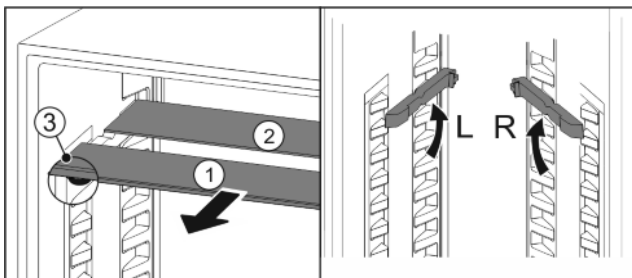

Fig. 23
- ▶ Издърпайте Fig. 23 (1) поотделно стъклените плочи напред.
- ▷ Стъклената плоча Fig. 23 (1) с ограничителя на изтеглянето е отпред.
- ▷ Ограничителите сочат надолу Fig. 23 (3).